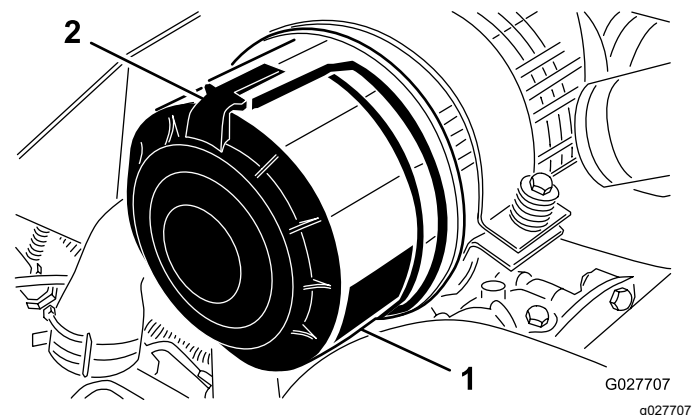

Figura 57
1. Rilasciate i dispositivi di fermo che fissano il coperchio del filtro dell'aria al corpo del filtro (Figura 57).